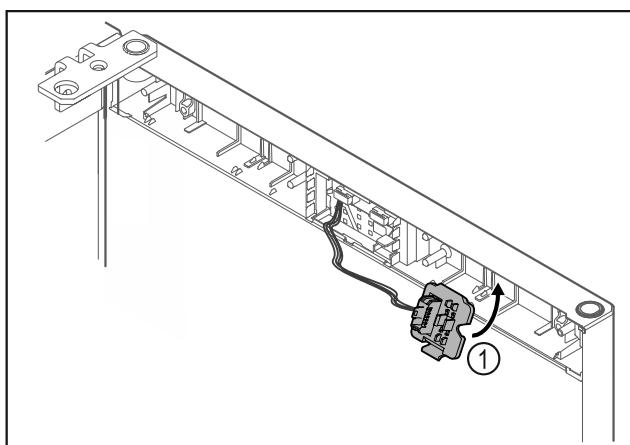

Fig. 21
- Фиксирайте държача на щекера Fig. 21 (1) от противоположната страна.